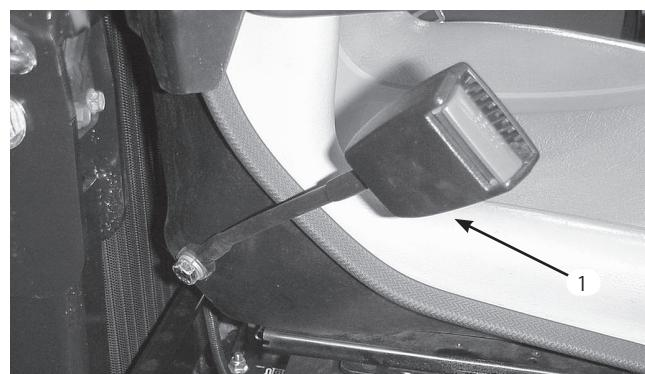

図6
1. 各ベルトの端部についているプレートを運転席後部に固定する(図6; 7/16 x 20-1キャップスクリュ、7/16 平ワッシャ、7/16 ロックワッシャ各2を使用する)。しっかりと締め付けること。シートベルトは差し込み金具が左側になるように取り付ける。